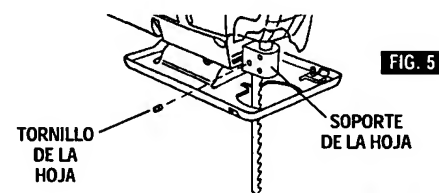

FIG. 5
1. Para desplazamiento continuo automático, introduzca la hoja hasta la profundidad máxima, con la hoja en la posición de ATRAS del soporte de la hoja tal como se muestra en la (Fig. 5).
Nota: En los modelos de desplazamiento continuo automático, la hoja debe estar en la posición TRASERA del soporte de la hoja, tal como se muestra en la Fig. 5, para que la ranura rodee a la hoja.